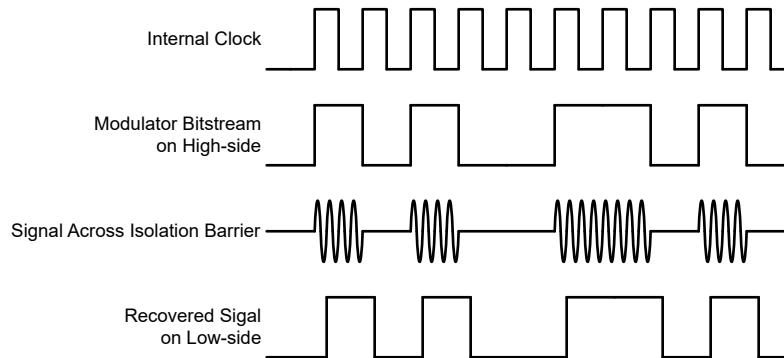

图 7-1. 基于 OOK 的调制方案
AMC0x11S 使用开关键控 (OOK) 调制方案 (如图 7-1 所示)，跨过基于 SiO_2 的隔离栅来传输调制器输出比特流。功能方框图 中所示的发送驱动器 (TX) 跨过隔离栅发送一个内部生成的高频载波来表示数字一，而 TX 不发送信号则表示数字零。AMC0x11S 内使用的载波标称频率为 480MHz。